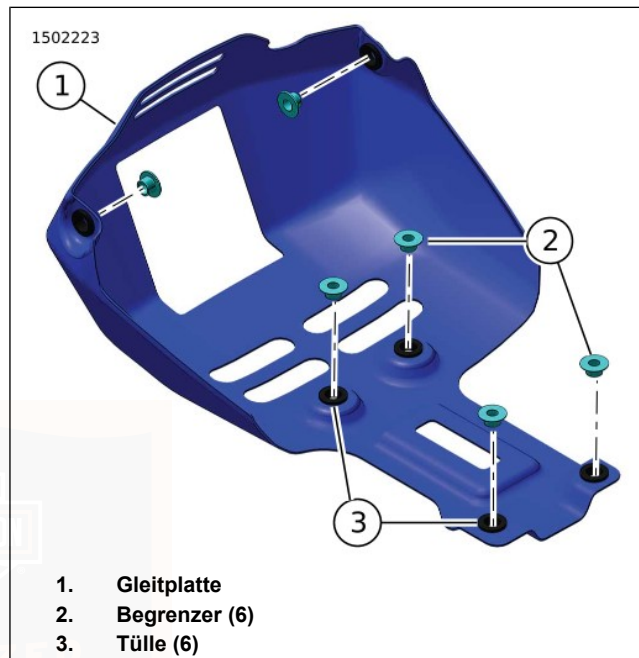

Abbildung 75. Gleitplattenbegrenzer
1. Abbildung 75 Sicherstellen, dass die Tüllen (3) und Begrenzer (2) ordnungsgemäß positioniert sind.